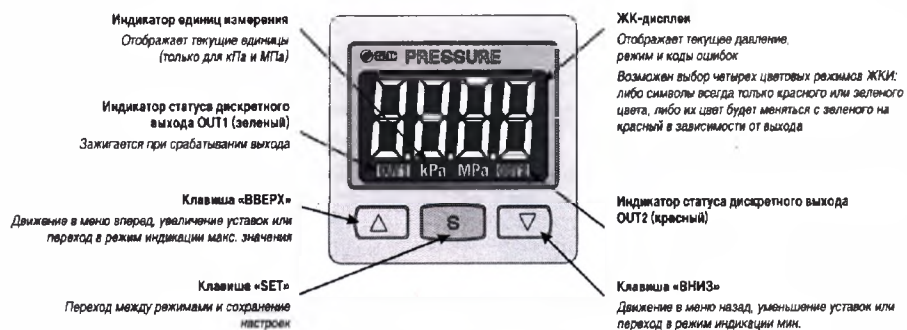
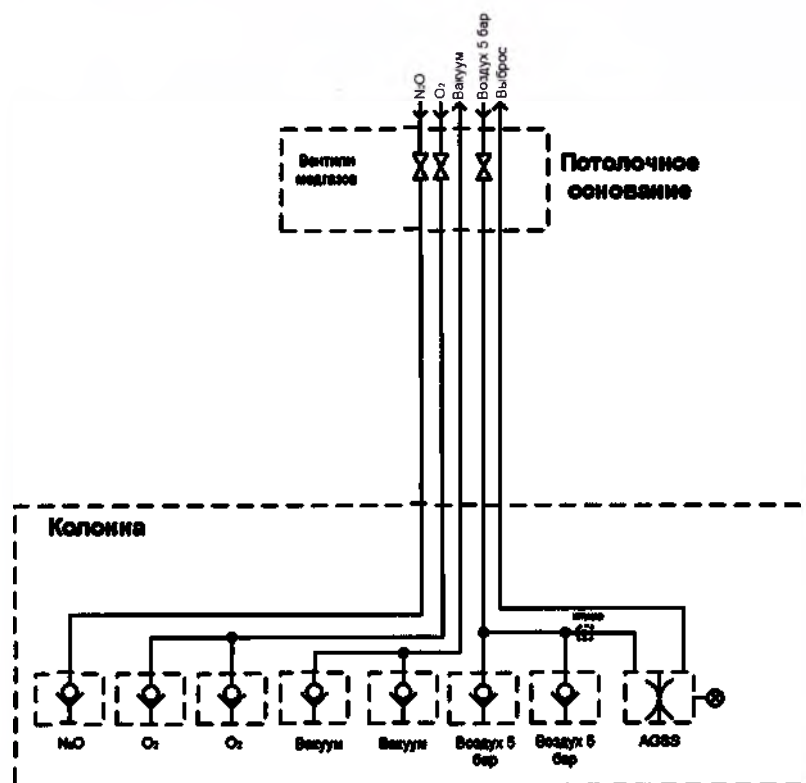
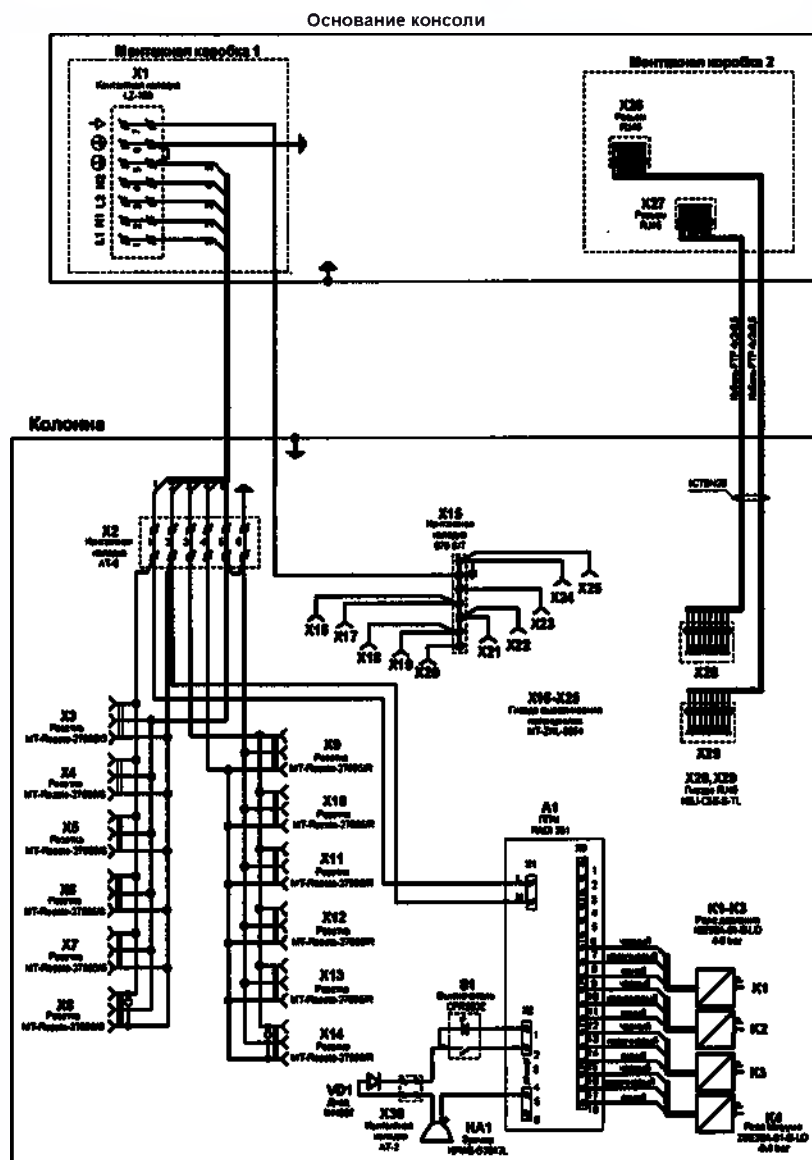

Рис.1 Общий вид консоли потолочной
Рис.4 Пневматическая схема консоли
Рис.5 Электрическая схема потолочной консоли
- 6.3. Полная пневматическая схема консоли приведена на Рис.4, электрическая - на Рис.5. Магистраль сжатого воздуха и медгазов подсоединяются к вентилям и через них по соединительным шлангам газы поступают на соответствующие
клапаны приборной колонны (Рис.1). Схема электрическая (Рис.5) состоит из 16 розеток X3÷X18. К розеткам X3÷X10 подводится сеть основного электропитания. К розеткам X11÷X18 подводится сеть резервного электропитания.